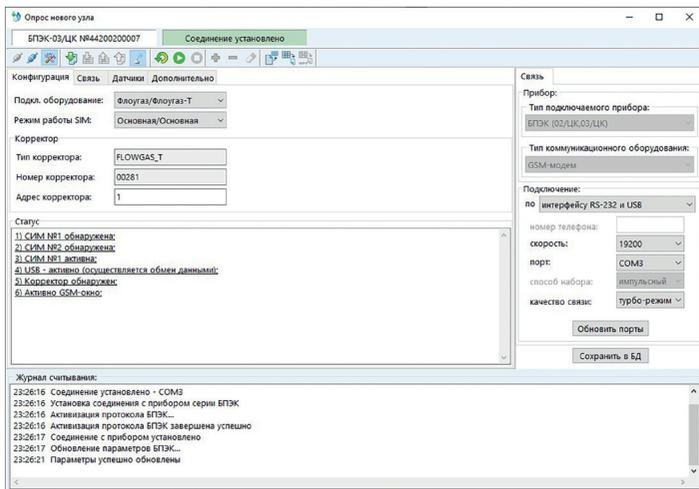

Рисунок 2Г – успешное подключение к БПЭК-02/ЦК
7. Произойдет подключение к прибору, рисунок 2Г.